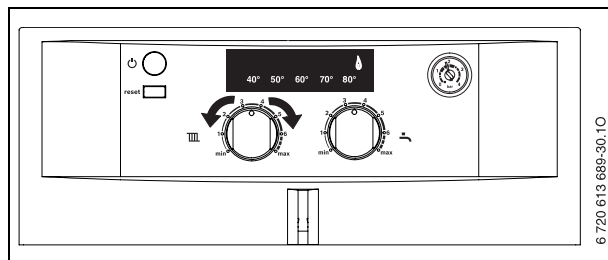

Fig. 26
- ▶ Desfaceți șurubul de etanșitate la punctul de măsurare pentru presiunea duzei (1) (→ pagina 29) și conectați manometrul cu tub U.
- ▶ Rotiți termostatul apei calde  în poziția de mijloc (→ fig. 26).